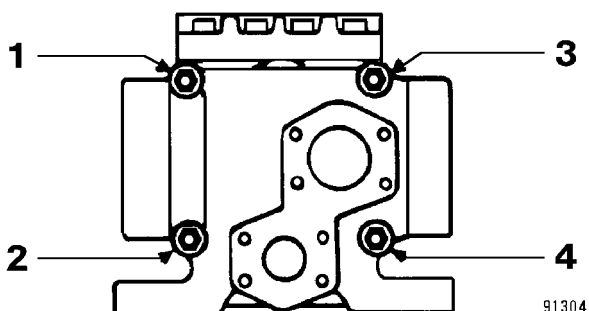

FIGURA 8-4. SECUENCIA DE APRIETE
5. Use una llave de torque para apretar las tuercas en el patrón que se muestra en la Figura 8-4. Apriete las tuercas de los pernos de acople principal de manera uniforme en la siguiente secuencia: